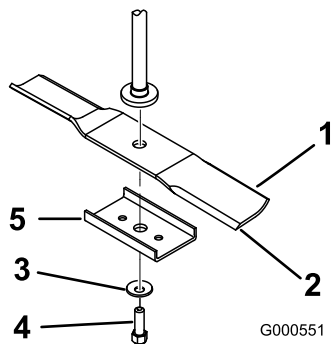

Figura 44
arandela curva, el refuerzo de la cuchilla y la cuchilla (Figura 44).
1. Instale la cuchilla en el eje (Figura 44).
2. Instale el refuerzo de la cuchilla, la arandela curva (con la copa hacia la cuchilla) y el perno de la cuchilla (Figura 44).